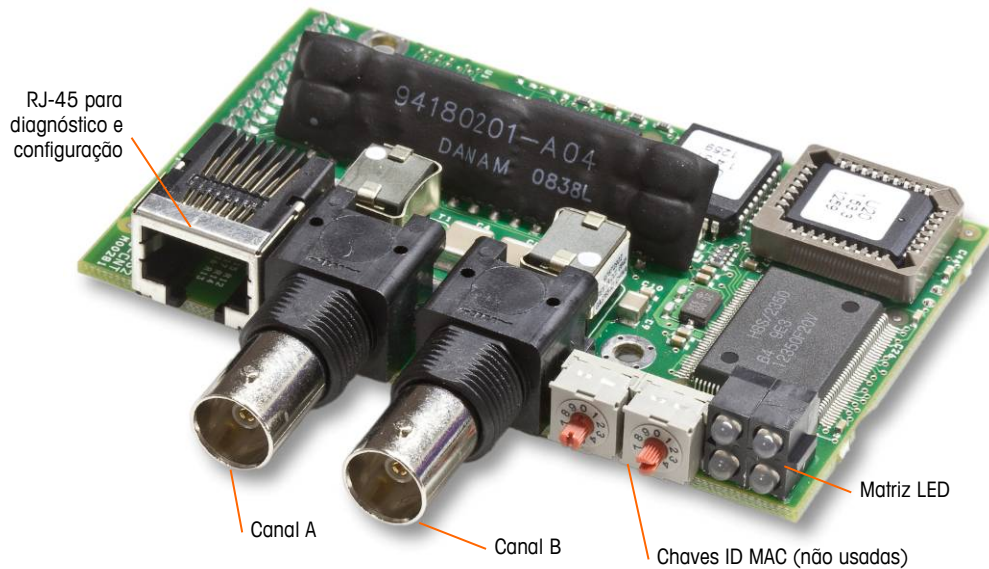

Figura 2-59: Conexões e componentes do módulo ControlNet CLP
O Módulo de CLP ControlNet (Figura 2-59) conecta-se à rede ControlNet por um cabo *tap and drop* e o cabo original de tronco. A opção oferece suporte a uma ou duas conexões (para redundância). O Canal A é a conexão normal, e o Canal B (redundante ao Canal A) pode ser usado se o ControlNet não detectar sinal no Canal A. Observe que o endereço do módulo seja definido no software, e as chaves de ID MAC indicadas na Figura 2-59 não sejam usadas.
- **Não** conecte um cabo Ethernet ao conector RJ-45 mostrado à esquerda na Figura 2-59. Esta conexão não é usada.